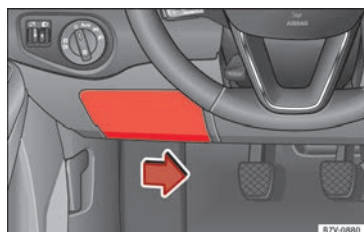

Fig. 59 Sur le tableau de bord côté conducteur : cache du boîtier de fusibles.
- Pour retirer le couvercle, déplacez vers la droite la manette d'actionnement située dans la partie inférieure de celui-ci » **fig. 59**.